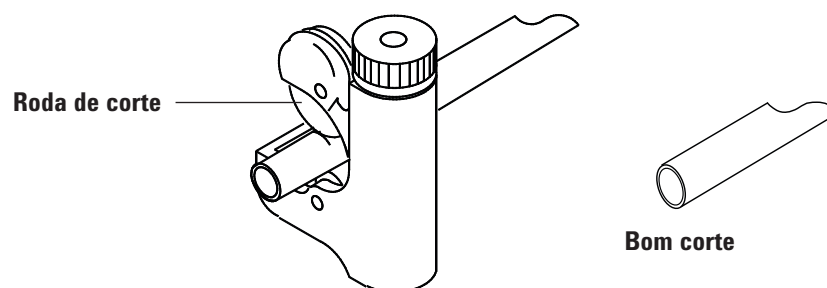

Figura 5 Cortador de tubulação típico
- 2 Corte a tubulação no comprimento usando um cortador de tubulação (Figura 5).